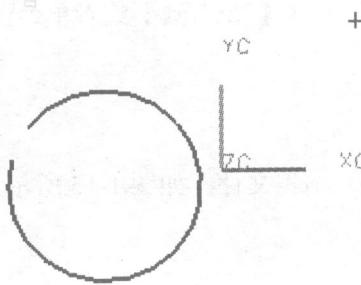
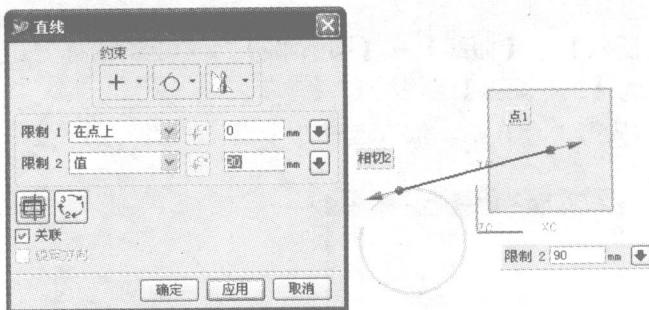
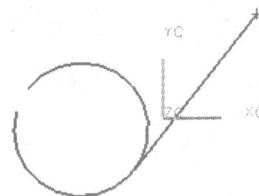

图 1-11 打开文件示意图
图 1-12 建立直线示意图
图 1-14 切换解示意图
- 打开随书光盘“01/dian3.prt”文件, 如图 1-11 所示。
- 选择菜单栏【插入】→【曲线】→【直线】或者单击图标 $\checkmark$ ，单击【约束】下拉列表中的【起始位置=点】按钮，选择图 1-11 所示的点。
- 单击【约束】下拉列表中的【结束位置=切线】按钮，选择图 1-11 所示的圆弧，如图 1-12 所示。
- 在图 1-12 所示对话框中，单击【在几个备选解之间切换】 $\text{[}\text{]}\text{}$  按钮，系统生成另外解，如图 1-14 所示。